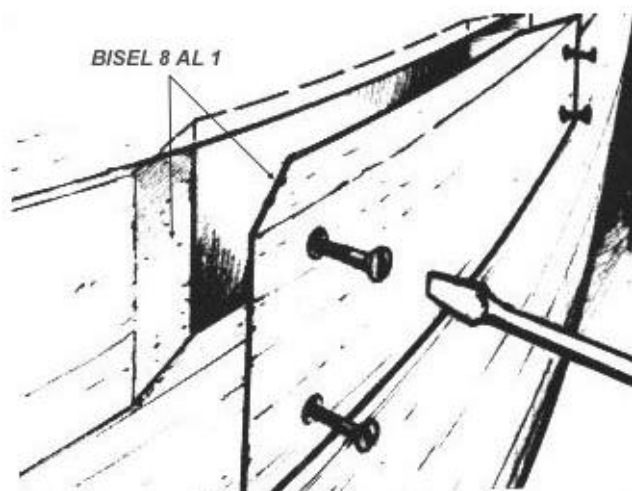

Figura 6-6 Reemplaze una sección de la tabla con juntas biseladas.
3. Corte una pieza de madera para que encaje en el agujero. Iguale los biseles en los extremos (*Figura 6-6*). Empiece con un espesor de la pieza algo superior al espesor de la tabla. El material excedente, dentro o fuera del casco, puede ser eliminado con un cepillo después del encolado y curado.